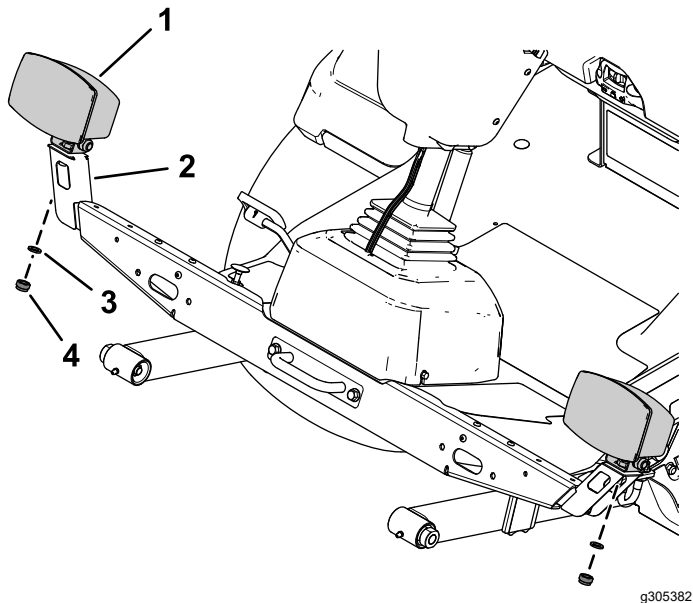

Figure 20
4. Fixez les blocs d'éclairage gauche et droit sur les supports gauche et droit à l'aide de la rondelle frein et de l'écrou hexagonal de chaque bloc (Figure 20).